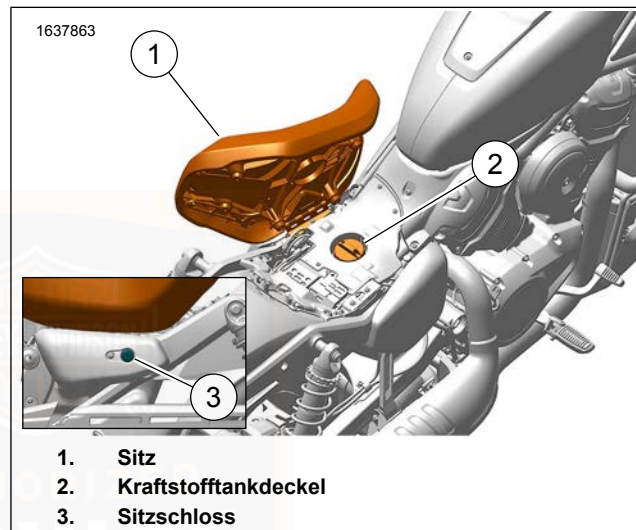

Abbildung 12. Kraftstoff-Einfüllöffnung (Kraftstofftank unter dem Sitz)
1. Siehe Abbildung 12 . Sitz entriegeln.
2. Sitz (1) anheben, um Zugang zum Tankdeckel zu erhalten.
3. Den Kraftstofftankdeckel (2) zum Entfernen gegen den Uhrzeigersinn drehen. Der Deckel wird um ca. eine 3/4-Umdrehung gedreht, bevor er sich löst.